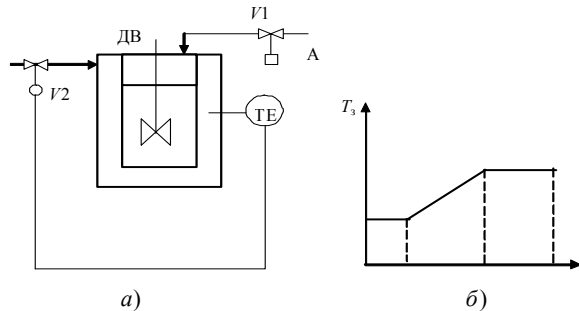

Рис. 4.11
2. Необходимо реализовать одноконтурную АСП температуры в реакторе (рис. 4.11, а).
При этом необходимо загружать вещество A в течение 5 минут, затем включить мешалку и поддерживать температуру по заданной программе (рис. 4.11, б).